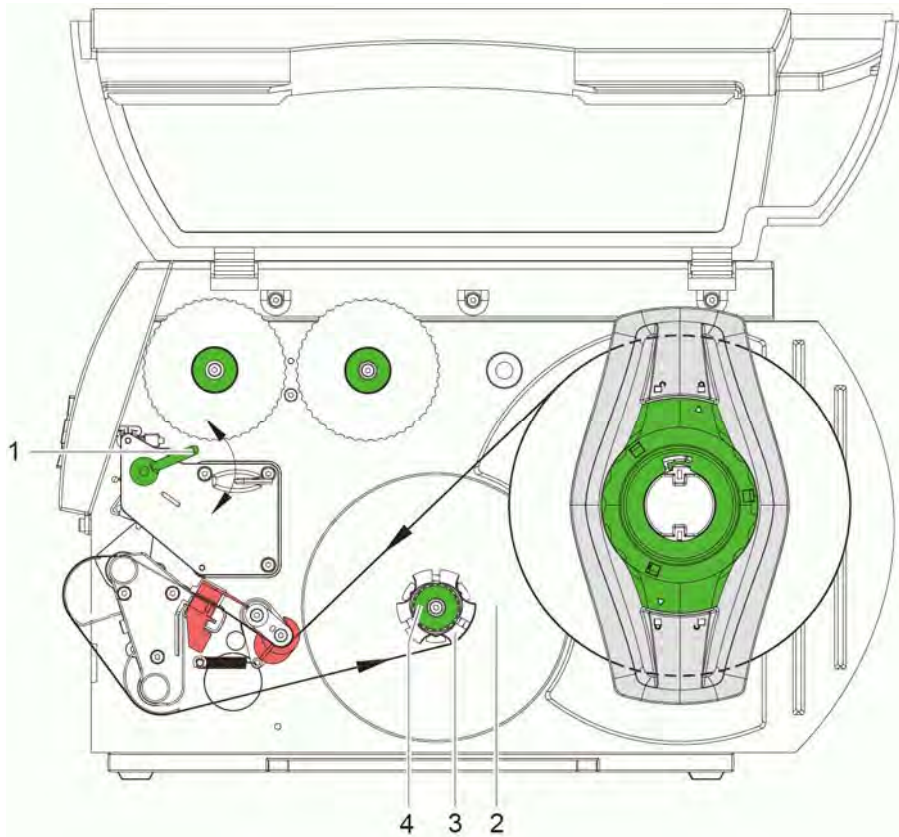

图 12 移除标签纸卷
2. 依照图12安装路径，将标签纸从印字头前方顺着回卷板（4）向下导回内接式回卷器（2）